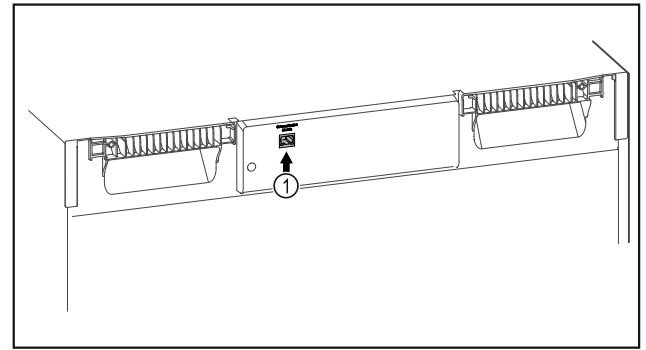

Fig. 85
- ☐ Το SmartModule Fig. 85 (1) χρησιμοποιείται.